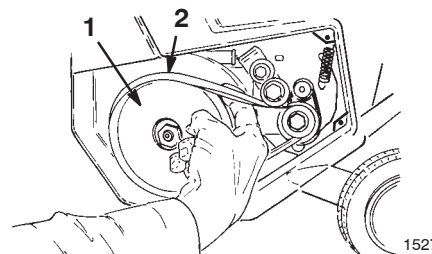

Figure 17
- Tournez le rotor de la main gauche et déposez la courroie de la grande poulie avec la main droite (Fig. 17).
3. Déposez la grande courroie en la déchaussant avec précaution de la petite poulie (Fig. 17).